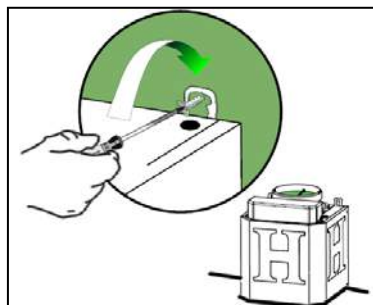

图. 9
- 用配套的 2 (two) ST5 x 50 螺丝把机体固定到墙上。拧紧螺丝。注意: 如果需要可调整机身平衡。(图. 9).
### 校准机体 (如果需要) (图. 9)